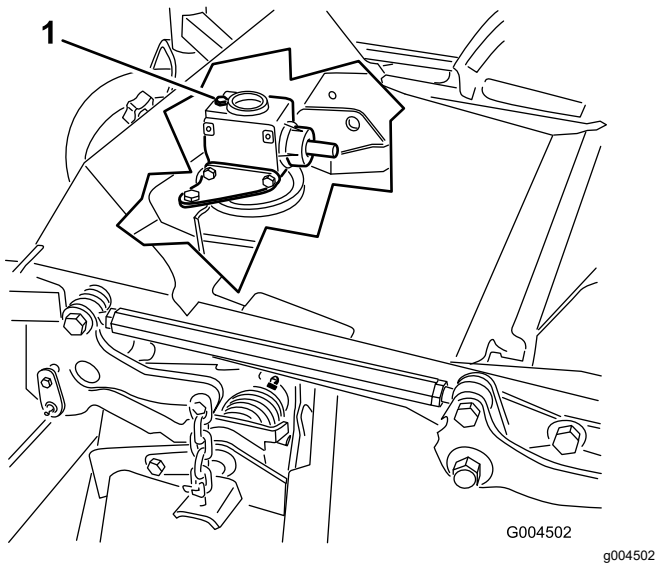

Bild 69
6. Nehmen Sie den Ölpeilstab bzw. die Füllschraube oben am Getriebe ab und stellen Sie sicher, dass das Öl zwischen den Markierungen am Peilstab liegt (Bild 69).
6. Nehmen Sie den Peilstab bzw. die Füllschraube von der Oberseite des Getriebes ab (Bild 69).